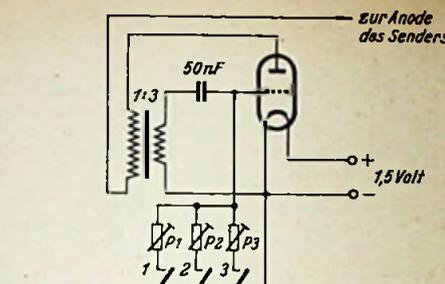

Bild 3. Modulationsstufe für drei Tonfrequenzen
Deutsche Modellsportler haben bisher entweder englische Seriengeräte (ED)¹⁾ oder auch Selbstbaugeräte verwendet. In letztere wurden oft die Röhren RL 2,4 T 1, RL 2,4 T 4 und LS 2 eingebaut. Die Ausgangsleistung dieser Sender beträgt 1,5 bis 4 Watt und genügt den Ansprüchen der Modellsportler. Bei Verwendung tonmodulierter Anlagen wird der Hi-Stufe meist nur eine einfache Modulationsstufe beige-schaltet (Bild 3 und 4).